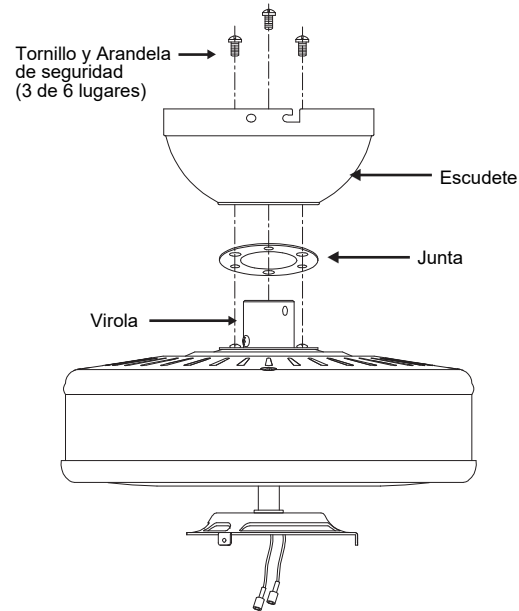

Fig. 8
Paso 3. Retire tres de los seis tornillos y arandelas de seguridad (de cada uno) de la virola del motor superior (**Fig. 8**)
Paso 4. Coloque el escudete para cielorraso y la junta sobre la virola en la parte superior del motor. Alinee los orificios de montaje con los orificios del motor y ajuste utilizando los tornillos y las arandelas de seguridad proporcionados (**Fig. 8**).
Paso 5. Ajuste bien los tornillos de montaje (**Fig. 8**).